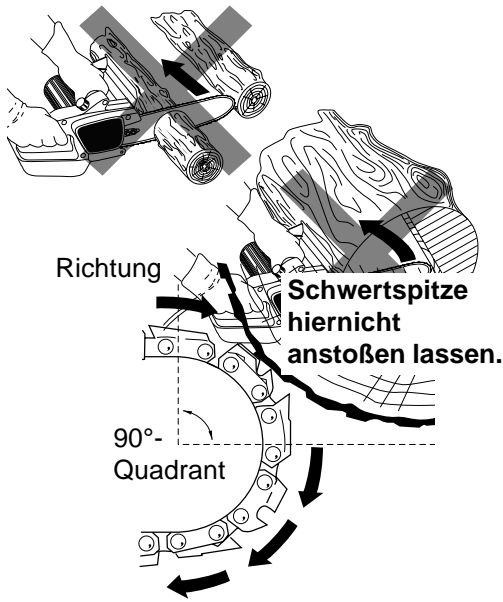

Abb.1 - Beispiel für Rückprallgefahr. Bei laufender Kette darf die Schwertschneide keinen Gegenstand berühren.
- Bei laufender Kette aufpassen, daß die Schwertschneide keine Gegenstände berührt (siehe Abb.1, S.4).